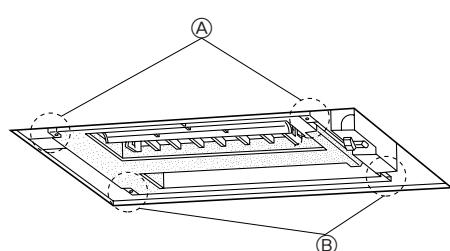

Fig. 5-2
5.2. Έλεγχοι πριν από την τοποθέτηση του καπακιού (Fig. 5-2, 3)